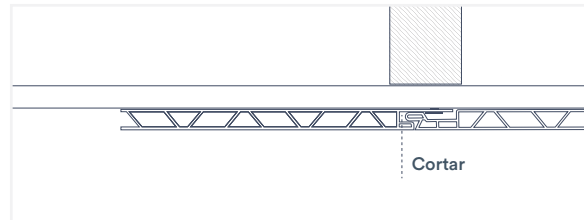

Fig. 41
4. En el lado de la ranura que queda, haga otro corte a 3/8" de la unión del panel en la dirección del corte anterior (Fig. 41) [página siguiente]